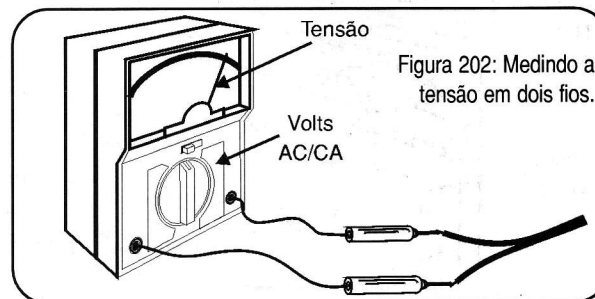

Figura 202: Medindo a tensão em dois fios.
b) Feito o ajuste da escala, encoste as pontas de prova nos pontos entre os quais se deseja saber a tensão (**figura 202**) e leia o valor diretamente na escala correspondente.